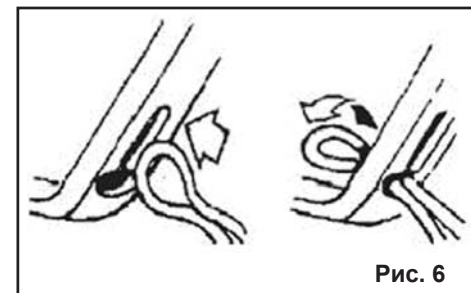

Рис. 6
8.1.3. Сделайте петлю в шнуре удлинителя как показано на Рис.6 и расположите удлинитель шнура питания (5) горизонтально на зажиме шнура питания (6).